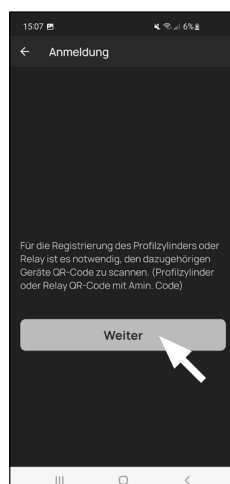

Fig. 4
④ Pulse en «Continuar» (Fig. 4). En caso necesario, se le pedirá que confirme el acceso a la App en la cámara.